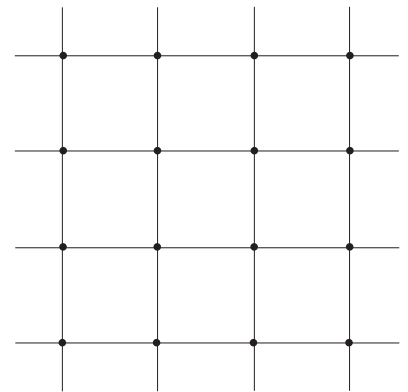

Figure 4
- Utiliser de l'encre de l'inde diluée ou un matériel à base d'eau pour cet exercice. Tenir l'aérographe environ 12,7 mm (1/2 po) du papier et pulvériser des petits points sur les lignes bisectrices. Voir Figure 4.